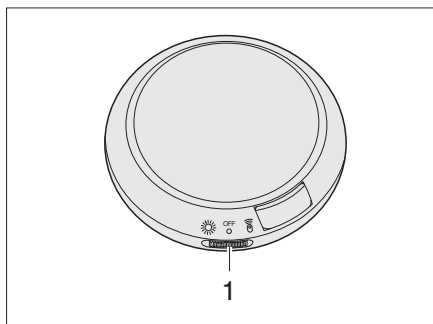

Fig. 46 Lampada nel tetto sollevabile
*Accensione della lampada:* ■ Spostare l'interruttore (Fig. 46,1) verso sinistra.
*Spegnimento della lampada:* ■ Spostare l'interruttore (Fig. 46,1) al centro.
*Accensione e spegnimento con il telecomando:* ■ Spostare l'interruttore (Fig. 46,1) verso destra.